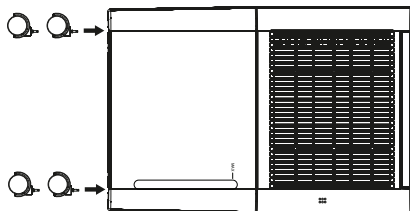

Fig. 1
- ◆ Poussiez les roulettes **6** dans les quatre trous situés sous l'appareil jusqu'à ce qu'elles s'enclenchent complètement (voir fig. 1).